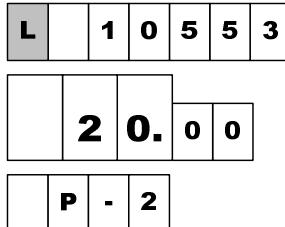

Рисунок 2
- отображение значений суммарного счетчика рукава в строке указателя стоимости с мигающим символом "L" в старшем разряде. В строке цены за литр отображается порядковый номер рукава и символы "Р-" (рисунок 2);